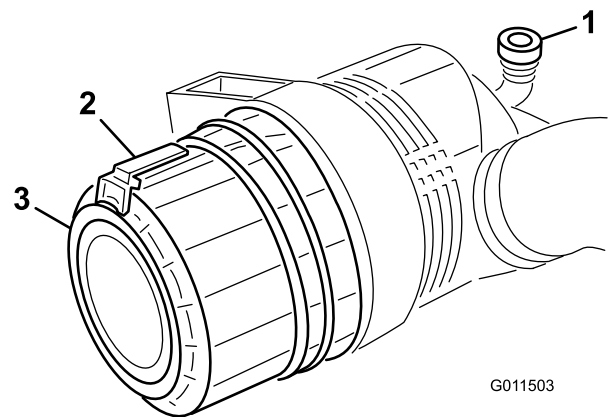

Bild 48
1. Ziehen Sie den Riegel nach außen und drehen Sie die Luftfilterabdeckung nach links (Bild 48).
7. Setzen Sie die Abdeckung ein, richten Sie das Gummiablassventil (Bild 48) nach unten, ungefähr zwischen 17.00 und 19.00 Uhr (vom Ende her gesehen). Befestigen Sie den Riegel.